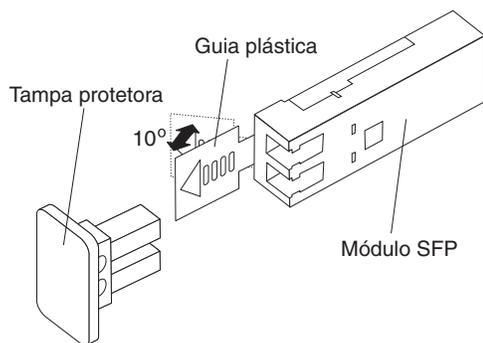

Figura 25. Desbloqueando a Trava do Módulo SFP - Variedade Plástica
- Para módulos SFP que contêm alças plásticas, desbloqueie a trava do módulo SFP puxando a alça plástica conforme mostrado em Figura 25.